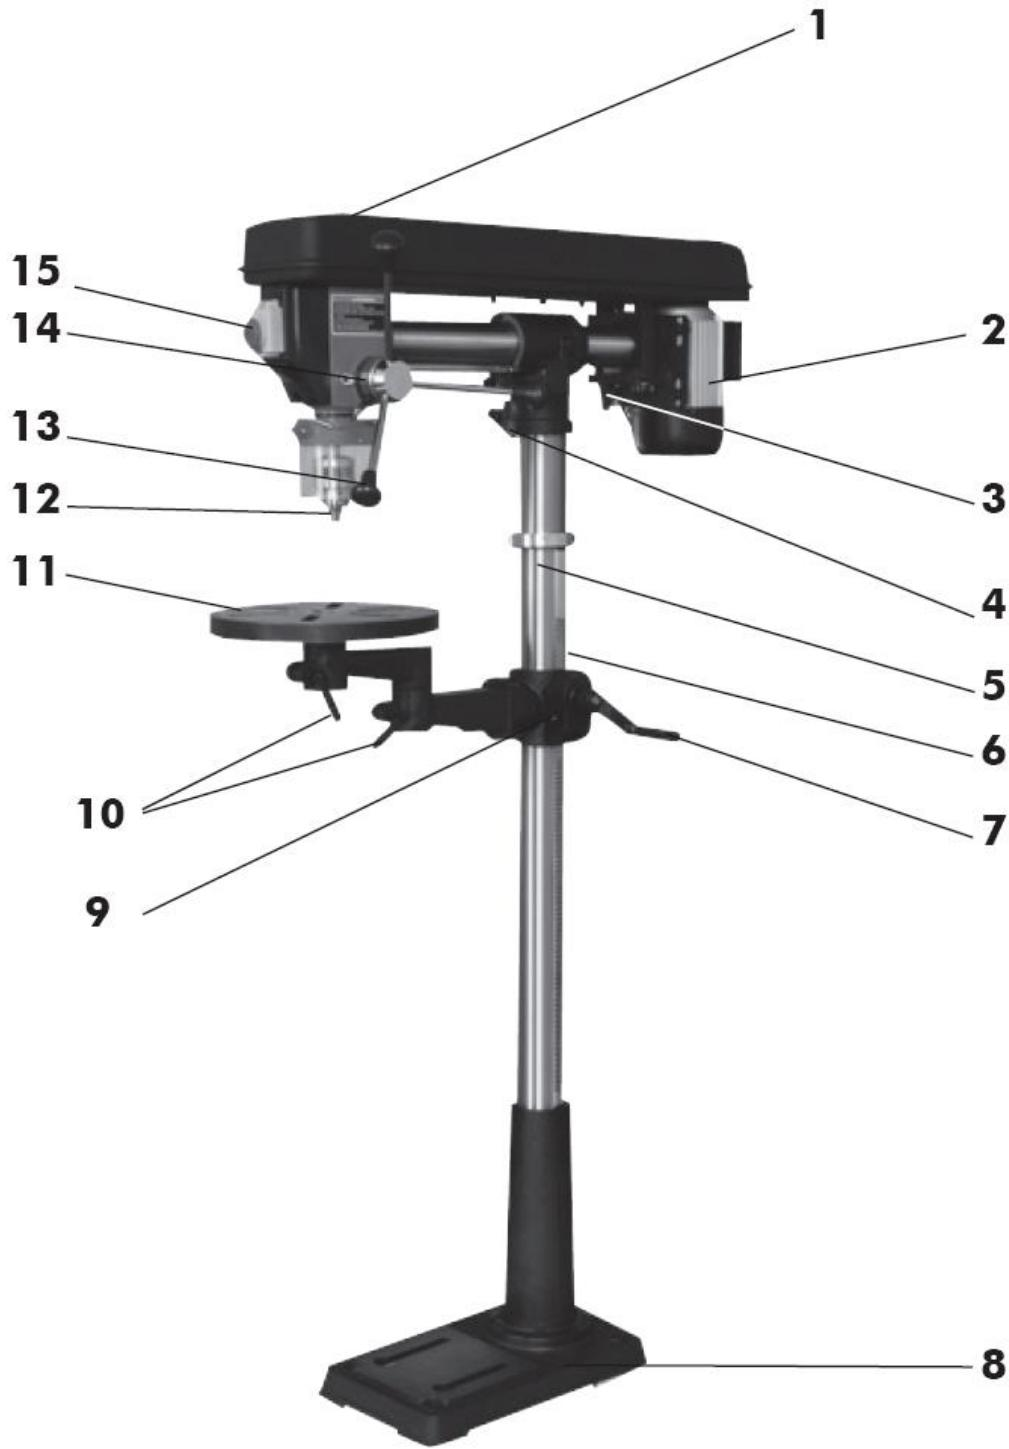

Abb. 1.1/Fig. 1.1
17.1 Descripción de SB 3116RHN Fig. 1.1